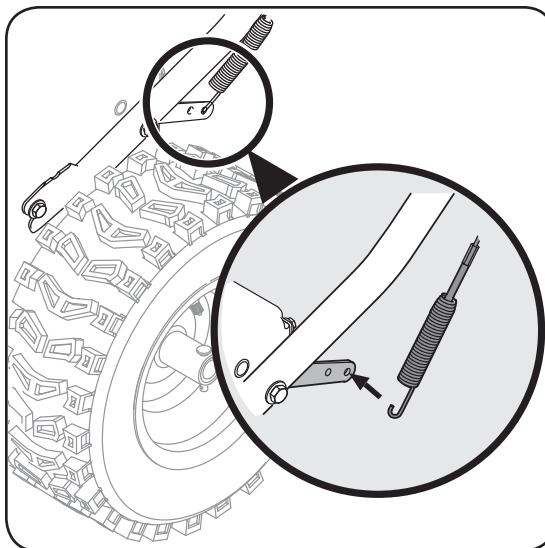

Figure 3-12
- Pour ajuster à nouveau le câble de commande, décrochez le ressort (sur l'extrémité du câble de la tarière) du support de l'actionneur. Voir la Figure 3-12.